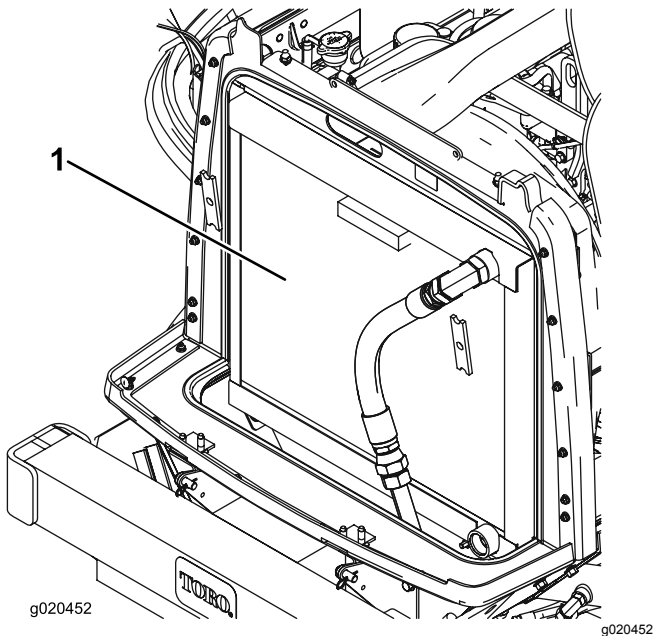

Figura 99
3. Limpie a fondo ambos lados de la zona del radiador/enfriador de aceite con aire comprimido (Figura 99).